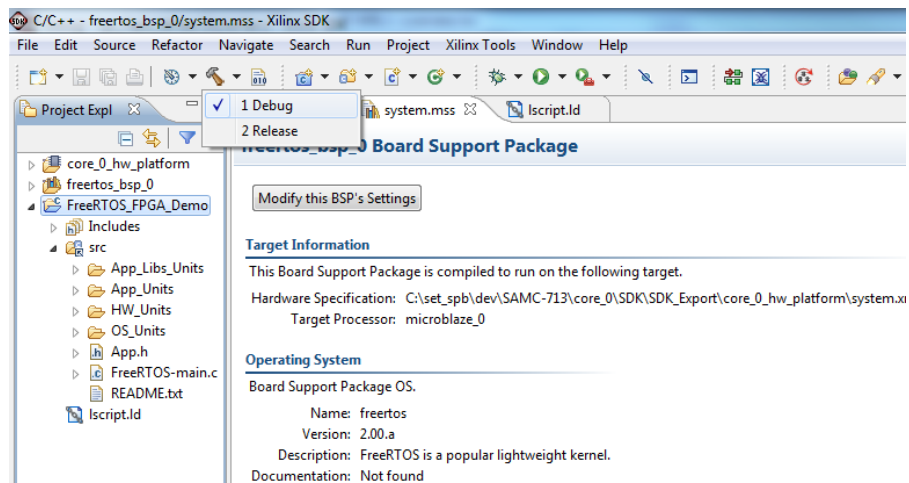

Рисунок 3-13: Сборка проекта в Xilinx SDK
1. Выберите в окне «Project Explorer» проект «FreeRTOS_FPGA_Demo» (см. рисунок 3-13), режим компиляции «Release».